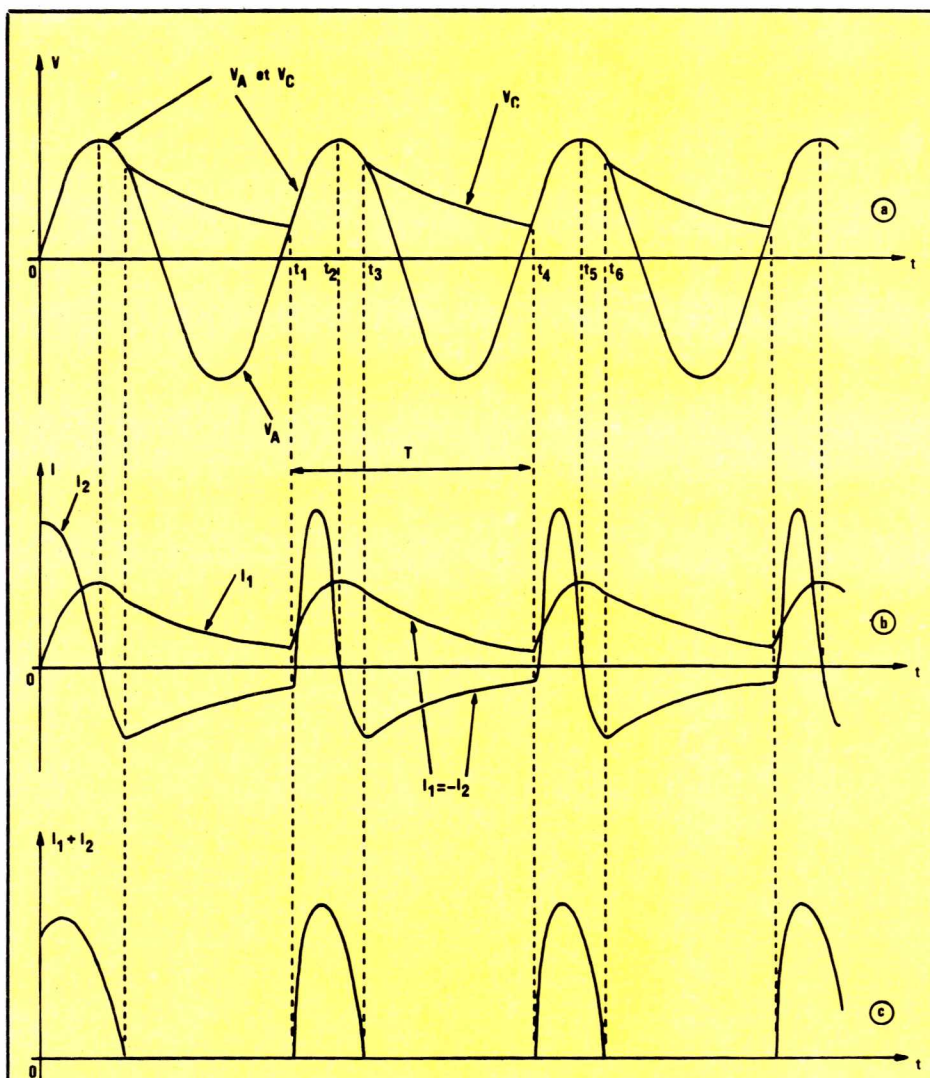
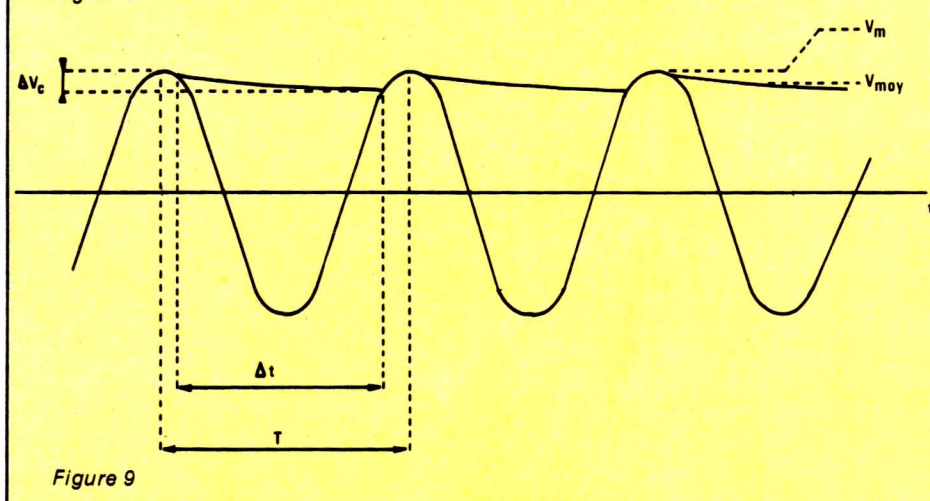

Figure 8
Figure 9
A la première alternance positive, dont nous prendrons le point de départ comme origine des temps (figure 8), le condensateur est totalement déchargé. Les variables V_A , V_C , I_1 , I_2 et I évoluent comme l'indique le début des courbes a, b et c de la figure 8. Ce régime transitoire ne nous intéressant guère, nous passerons au régime permanent, que la même figure illustre dans les alternances suivantes.
C'est ce que traduisent, entre les instants t_3 et t_4 , les courbes de la figure 8, b. Dans cet intervalle de temps, la tension V_C décroît exponentiellement (figure 8, a).
En ajoutant, point par point, les intensités I_1 et I_2 , on obtient la courbe c de la figure 8, qui illustre l'évolution du courant total I à travers la diode. Il s'agit d'un courant pulsé, dont l'intensité moyenne, et l'intensité de crête, ont été données dans le tableau précédent.
Dans la pratique, ainsi que nous l'indiquions précédemment, on cherche à obtenir, aux bornes de la charge R, une tension aussi continue que possible, donc une faible ondulation. Pour cela, il faut que le condensateur ne se décharge que très peu entre deux périodes, et la courbe a de la figure 8 devient celle de la figure 9, où ΔV_C représente l'ondulation. La tension moyenne, aux bornes de R, est alors très voisine de l'amplitude V_m de la sinusoïde.
• ensuite, la durée de décharge du condensateur, c'est-à-dire (figure 9) l'intervalle Δt , est très voisin de la période T .